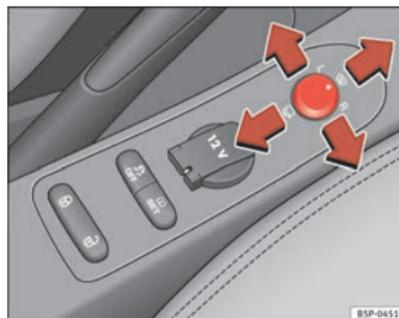

Fig. 89 Comando dos retrovisores exteriores
1. Rodar o botão giratório ⇒ fig. 89 para a posição **L** (espelho retrovisor esquerdo).
- Rode o comando para a frente, na posição central ⇒ página 136, fig. 89 , para que os retrovisores térmicos aqueçam e a função de vidro pára-brisas aquecível* na zona de repouso das escovas, fique activa ⇒ página 132.
- Rodar o comando ⇒ página 136, fig. 89 até à posição  para rebater os retrovisores exteriores. Para evitar danos no veículo, deve recolher os retrovisores exteriores sempre que o veículo entre num túnel de lavagem automática.